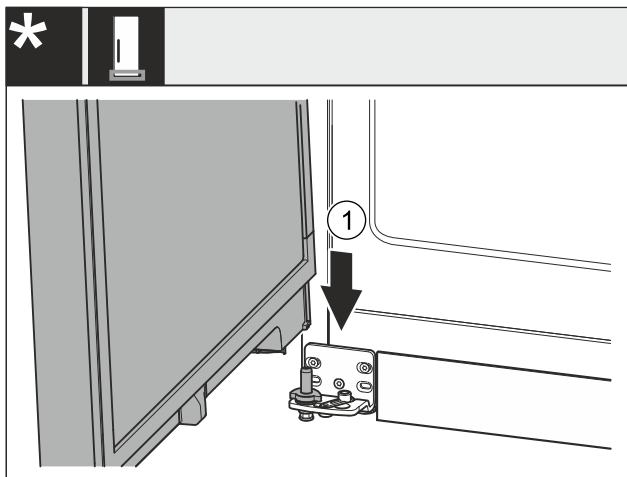

Fig. 43 *
- Nasadíte dvere zhora na dolný ložiskový čap Fig. 43 (1)*